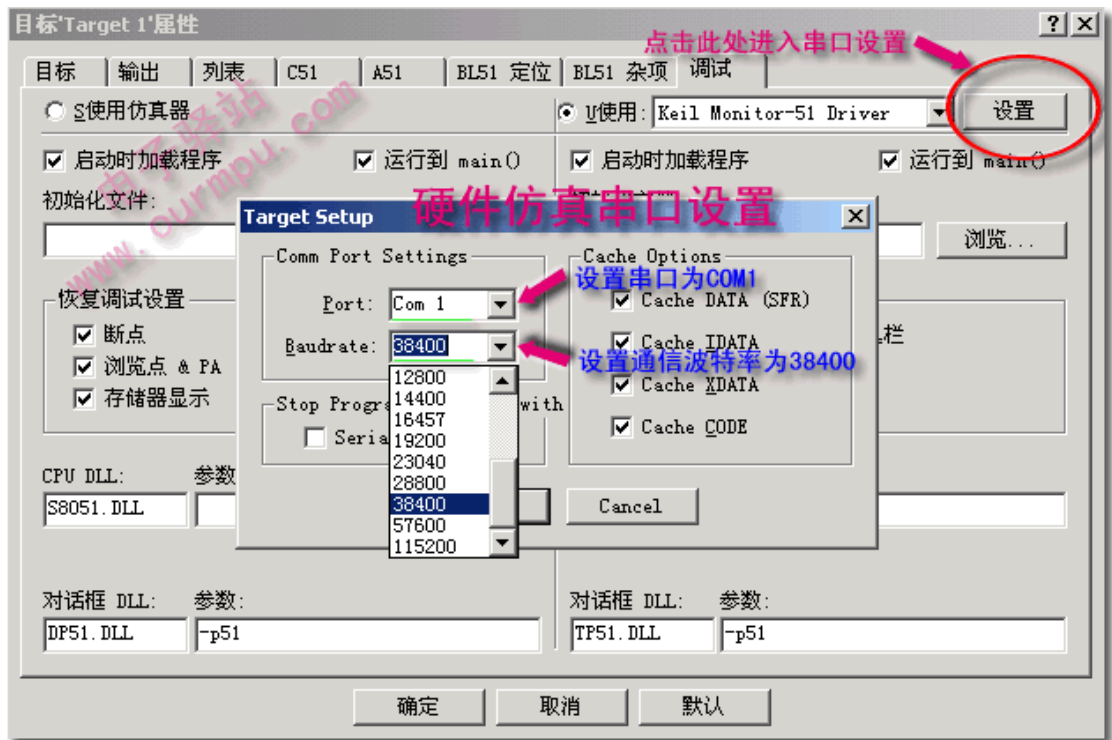

图 18：串口设置
4、串口设置。串口设置如下图 18 所示。串口号根据你的仿真器实际连接来设置，如你把仿真器接到 COM2，那么就选择 COM2；通信波特率选择 38400 即可。